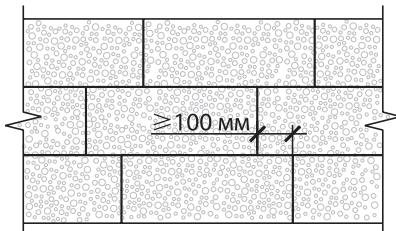

Рис. 4.4. Перевязка кладки
3. Кладку из блоков AEROC следует вести с цепной перевязкой вертикальных швов. Глубина перевязки должна составлять не менее 100 мм. При кладке в два блока по толщине следует перевязывать вертикальные швы наружной и внутренней верст не менее, чем на 100 мм (рис. 4.4).